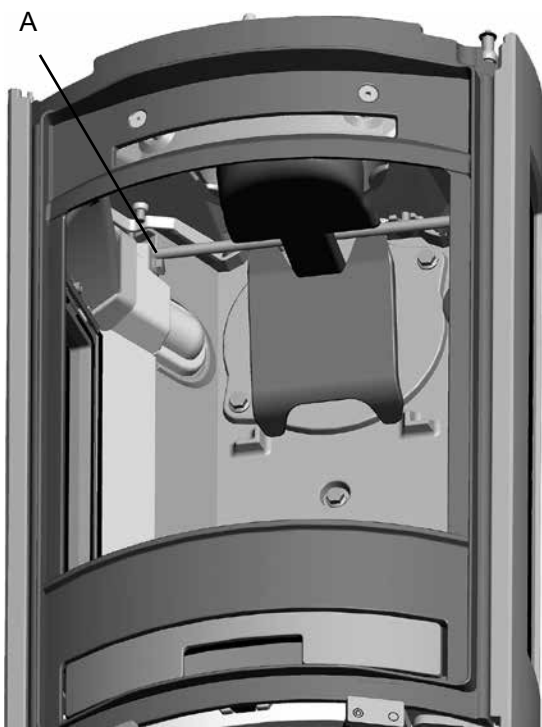

Fig.10
4. Let op dat bij het terugplaatsen van het rooster en de onderplaat de stang waarmee het schudrooster kan worden bewogen, op de juiste wijze in de sleuf aan de rechterkant van het vuurrooster valt. (Zie **afb. 10 A**).